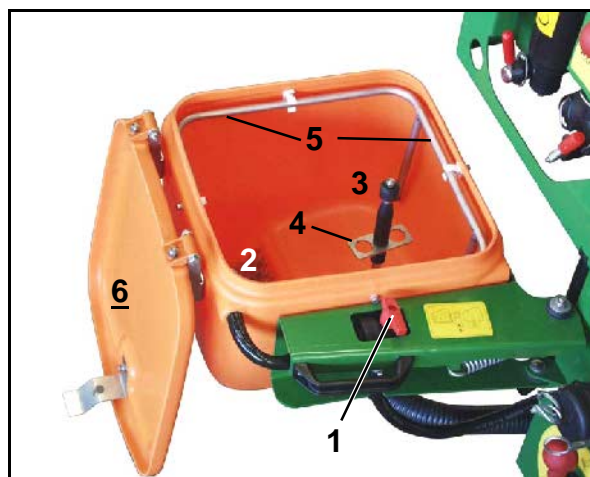

Fig. 23
Wasser tritt aus der Kanister-Spüldüse (Fig. 23/3) aus, wenn
- die Druckplatte (Fig. 23/4) durch den Kanister nach unten gedrückt wird.
- der geschlossene Klappdeckel (Fig. 23/2) die Kanister-Spüldüse nach unten drückt.